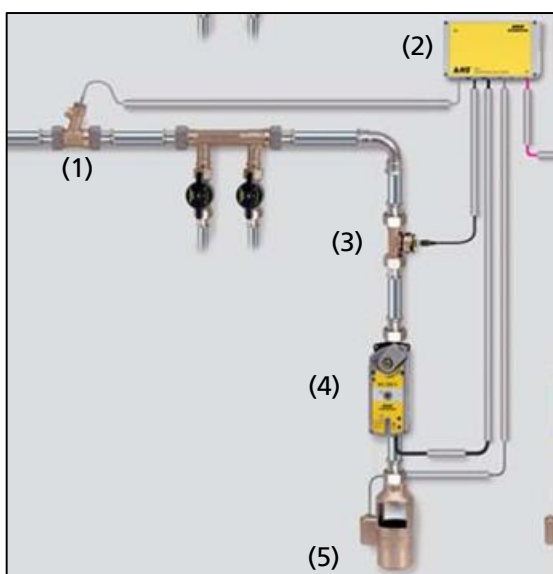

Abb. 2.1 Darstellung Wasserwechselgruppe
Exemplarisch in Abbildung 2.1 dargestellt, ist eine KHS-Mini Systemsteuerung -SLAVE- (2) in Verbindung einer Wasserwechselgruppe bestehend aus KHS-VAV-Vollstromabsperventil (4), Temperatursensor (1), Volumenstromsensor (3) und einem KHS-Freier-Auslauf (5). Die Komponenten der Wasserwechselgruppen sind hierbei beispielhaft aufgeführt. Die Betriebsart ist abhängig von den Bauteilen und der Ventiltechnik (Ventiltechnik siehe Kapitel 13.1). Im aufgezeigten Beispiel steuert der -SLAVE-(2) die angegebenen Wasserwechselgruppen. Dieser ist über ein CAN-BUS-Kabel mit dem -MASTER 2.0- verbunden.